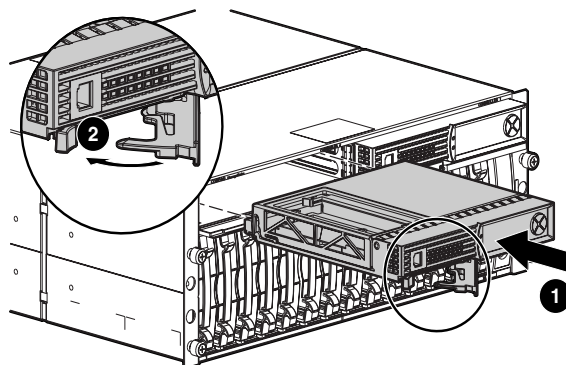

Figura 10: Installazione del controller
- Inserire il controller di sostituzione nel telaio ❶. Vedere la Figura 10.